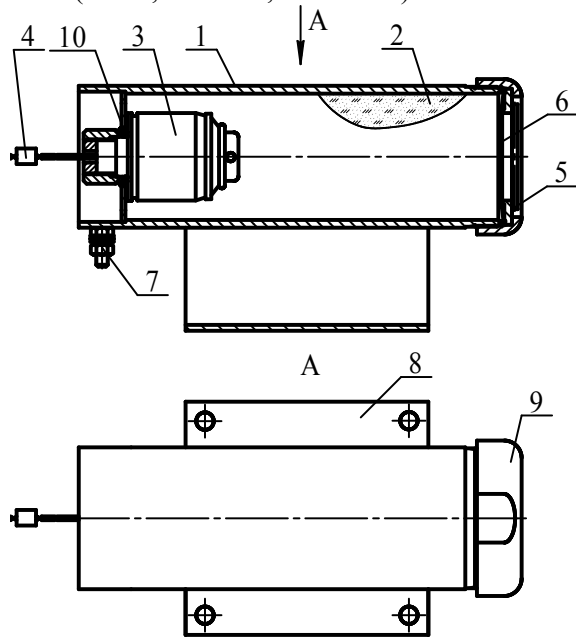

Рисунок 1
4.1.1 МПП (см. рисунок 1) состоит из корпуса 1, в котором размещаются огнетушащий порошок (ОП) 2 и источник холодного газа (ИХГ) 3 с элементом электропусковым 4. В передней части корпуса находится насадок-распылитель 5, выходное отверстие которого перекрыто мембраной 6. Модуль имеет заземляющий зажим 7.
А.4.4.2 Закрепить кронштейн 8 (см. рисунок 1) на несущей поверхности (стена, потолок, пол). Координаты отверстий для крепления МПП показаны на рисунке 2.
- ИХГ-0,65(М)-01 СИАВ 066614.025.000 ТУ для МПП нормального исполнения или ИХГ-0,65(М)-02 СИАВ 066614.025.000 ТУ для МПП специального исполнения (поз. 3 рисунок 1) – 1 шт.;
- резиновое кольцо 020-026-36 ГОСТ 9833-73 (поз. 9 рисунок 1) – 1 шт.;
- огнетушащий порошок ИСТО-1 ТУ 2149-001-54572789-00 (поз. 2 рисунок 1) - 0,5 кг;
- мембрана черт. СИАВ 634233.007.005 (поз. 6 рисунок 1) - 1 шт.